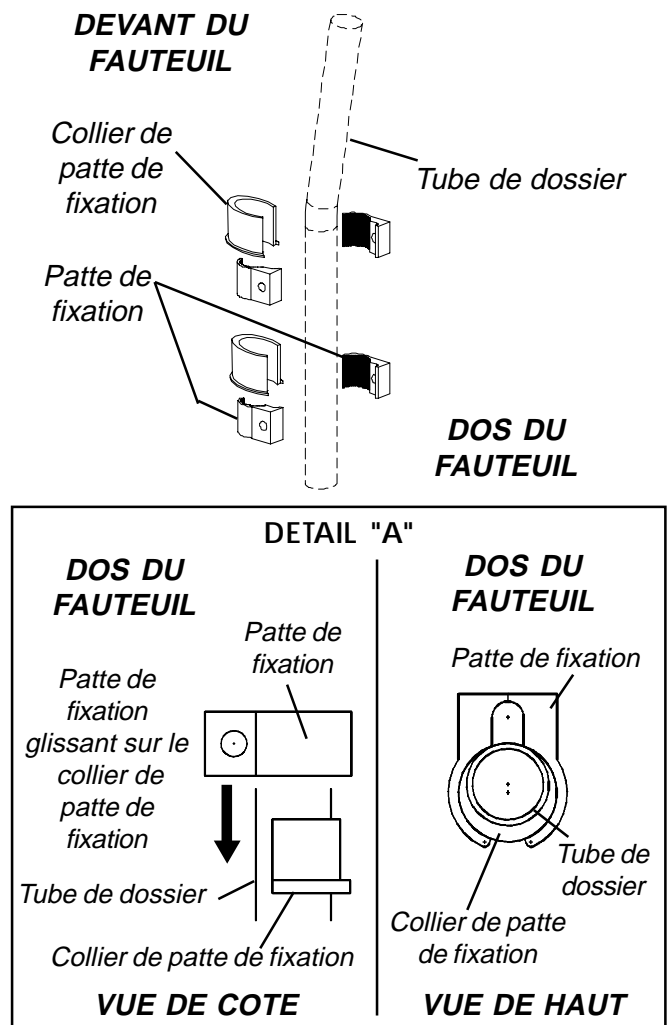

FIGURE 3 – INSTALLATION SUR FAUTEUILS ROULANTS AVEC DIAMÈTRE DE TUBE DE DOSSIER DE 22 MM
### Installation sur fauteuils roulants avec tubes de dossier de 22 mm de diamètre (FIGURE 3)
3. Faites glisser la patte de fixation par dessus le collier des pattes de fixation jusqu'à ce que les deux moitiés de la patte de fixation entourent le collier – Voir FIGURE 3 Détail A.